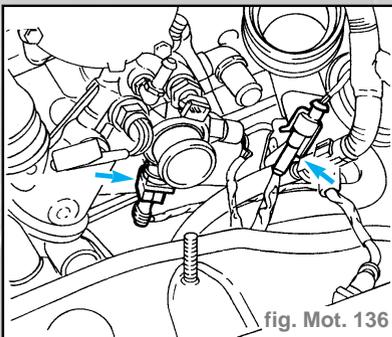

fig. Mot. 136
- Débrancher les connexions électriques indiquées relatives aux sondes de température liquide de refroidissement (fig. Mot. 136).